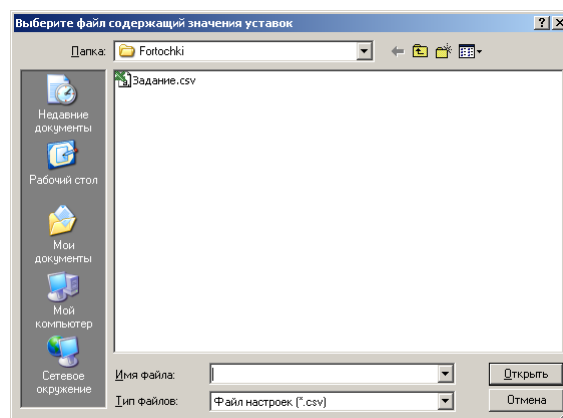

рис. 6
- 1.3. Кнопка **«Загрузить из файла значения параметров»**. Данная кнопка предназначена для ввода ранее сохранённых данных из файла в таблицу. После нажатия этой кнопки отобразится стандартное диалоговое окно сохранения файла см. рис. 6